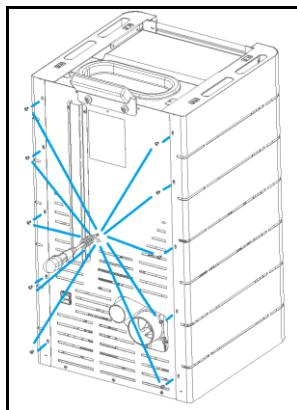

Figura 23 - Fixação envelopentes laterais
- e) Apertar as laterais na parte posterior utilizando 10 parafusos do kit, tal como demonstra a Figura 23.